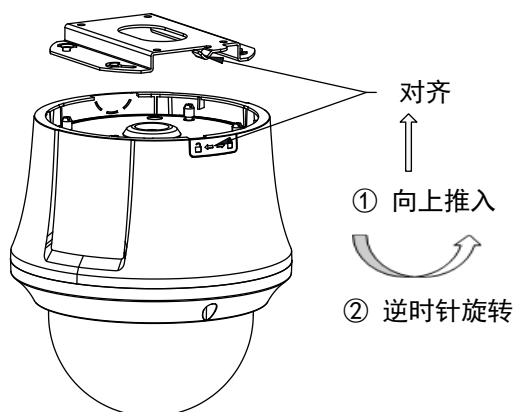

图2-49 推入安装
- 步骤5 将智能球上壳体顶面箭头方向朝向安装底座伸出尖端，向上推入，然后朝安装底座伸出尖端方向推动，到位后限位弹舌自动卡入安装底座限位挡板的右边，如图 2-49 所示。